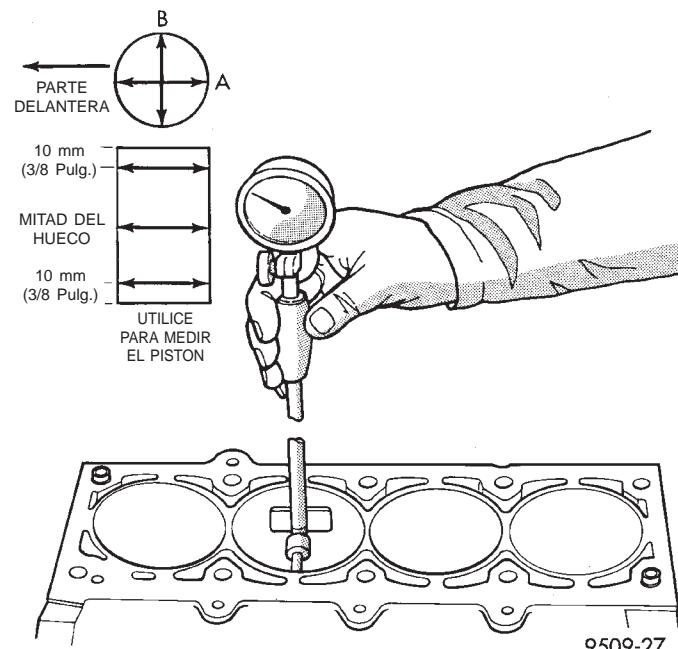

Fig. 75 Medición del hueco de cilindro
(1) Es obligatorio utilizar un calibrador de hueco de cuadrante para medir el diámetro del hueco de cada cilindro (Fig. 75). Para seleccionar correctamente el pistón de la medida apropiada, se requiere un calibrador de hueco de cilindro, capaz de efectuar lecturas con INCREMENTOS de 0,003 mm (0,0001 pulg.). En caso de no disponerse de un calibrador de hueco, no utilice un micrómetro interior.